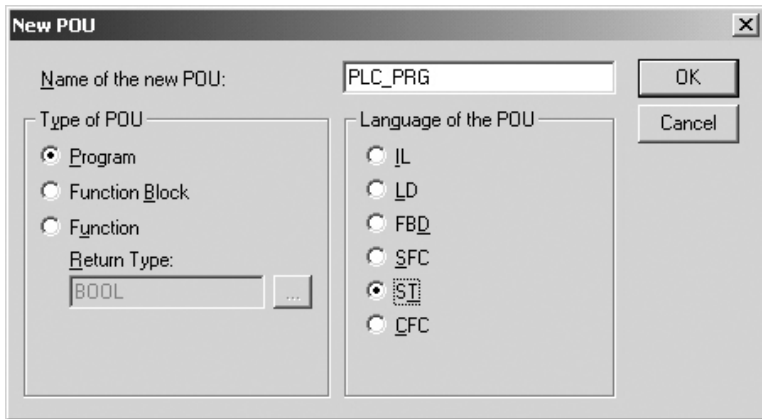

Рис. 4. Окно создания основного POU
7.4. После подтверждения настроек Target-файла необходимо создать основной POU (главную программу проекта). Окно этого диалога представлено на рис. 4. Главная программа всегда должна иметь тип **Program** и имя **PLC_PRG**. Поэтому в данном диалоге необходимо выбрать только язык программирования (Language of the POU).